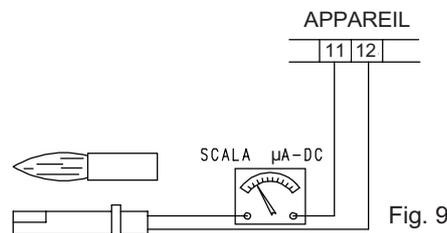

Fig. 9
- Contrôler et nettoyer soigneusement la cellule photorésistante de détection flamme; au besoin, la remplacer. Dans le doute, vérifier le circuit de détection après avoir remis en fonction le brûleur en suivant les indications du schéma de la fig. 9.
Pour mesurer le signal de détection, suivre les indications du schéma de la fig. 9. Si le signal ne rentre pas dans les valeurs indiquées, vérifier les contacts électriques, la propreté de la tête de combustion, la position de la cellule photorésistante et au besoin remplacer cette dernière.